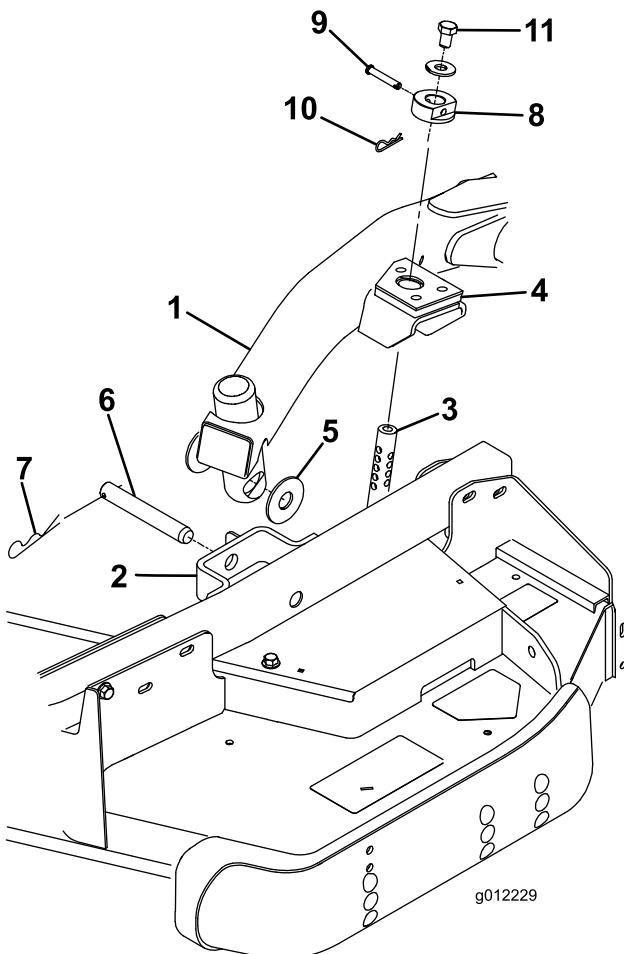

Bild 3
2. Stellen Sie den Hubhebel auf die Schweben-Stellung. Drücken Sie einen Hubarm nach unten, bis die Löcher im Hubarm mit den Löchern in der Laufradarmhalterung ausgerichtet sind, und die Schnitthöhenstange in die Hubarmpolster eingesetzt werden kann (Bild 3).
3. Befestigen Sie den Hubarm mit zwei (2) Druckscheiben, einem Lastösenbolzen und einem Splint am Laufradarm. Legen Sie die Druckscheiben zwischen den Hubarm und die Halterung des Laufradarms (Bild 3). Setzen Sie das Ende des Splints in den Schlitz im Laufradarm ein, um den Splint zu arretieren.
7. Befestigen Sie die Schnitthöhenstellringe an den Schnitthöhenstangen und befestigen Sie sie mit den Lastösenbolzen und den Splints (Bild 3). Der Kopf
- Setzen Sie oben auf jeder Schnitthöhenstange eine Schraube 1/2 x 3/4 Zoll und eine Scheibe ein (Bild 3).